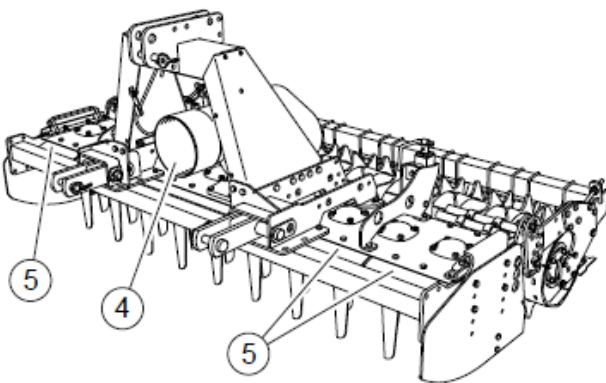

FIG. 16
- Protection de la prise de force côté tracteur (4, "Fig. 16").
- Tôle de protection contre l'accès à la zone des lames (5, "Fig. 16").